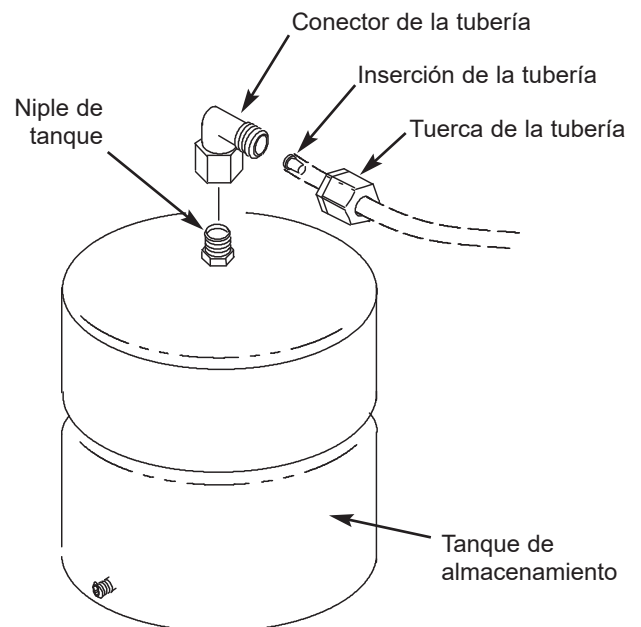

FIG. 13
1. Aplique cinta selladora (2 vueltas hacia la derecha) a las roscas en el niple que se encuentra en la parte superior del tanque. Vea la Fig. 13.
2. Ubique el conector de la tubería. Vea la Fig. 13. Dele lentamente al conector de la tubería en el niple del tanque unas 7 a 8 vueltas completas, para no torcer la rosca ni apretarlo excesivamente.
5. Conecte la tubería amarilla al conector del tanque. Vea las Figs. 13 y 24.